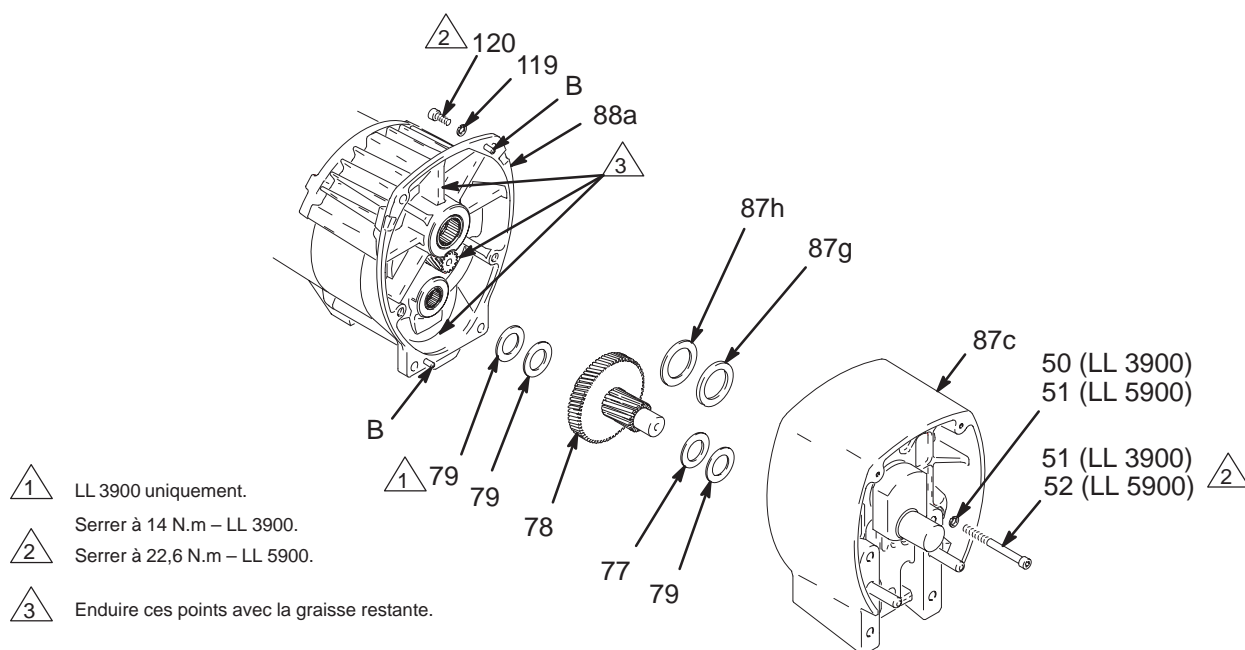

Fig. 4
2. Fig. 4. Démonter le corps de palier. Exécuter les points 1 à 8 de la procédure **Carter du palier et tige de connexion**, page 8.
3. Retirer les deux vis (51) et rondelles d'arrêt (50).
4. Retirer les quatre vis (120) et rondelles d'arrêt (119) du carter de pignonnerie (88a).
5. Frapper légèrement tout autour du carter d'entraînement (87c) pour le desserrer. Sortir le carter d'entraînement tout droit hors du carter de pignonnerie. Se préparer à soutenir le train de pignons (78) qui peut également sortir.